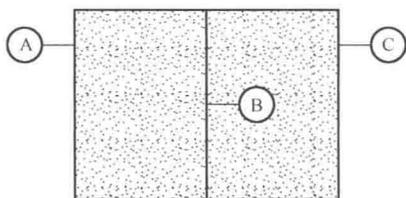

图 1-3 习题 1-3 附图
**1-3** 某容器被一刚性隔板分为两部分，在容器的不同部位安装有压力表，其中压力表 B 放在右侧环境中用来测量左侧气体的压力，如图 1-3 所示。已知压力表 B 的读数为 80kPa，压力表 A 的读数 0.12MPa，且用气压表测得当地的大气压力为 99kPa，试确定表 C 的读数及容器内两部分气体的绝对压力（以 kPa 表示）。如果 B 为真空表，且读数仍为 80kPa，表 C 的读